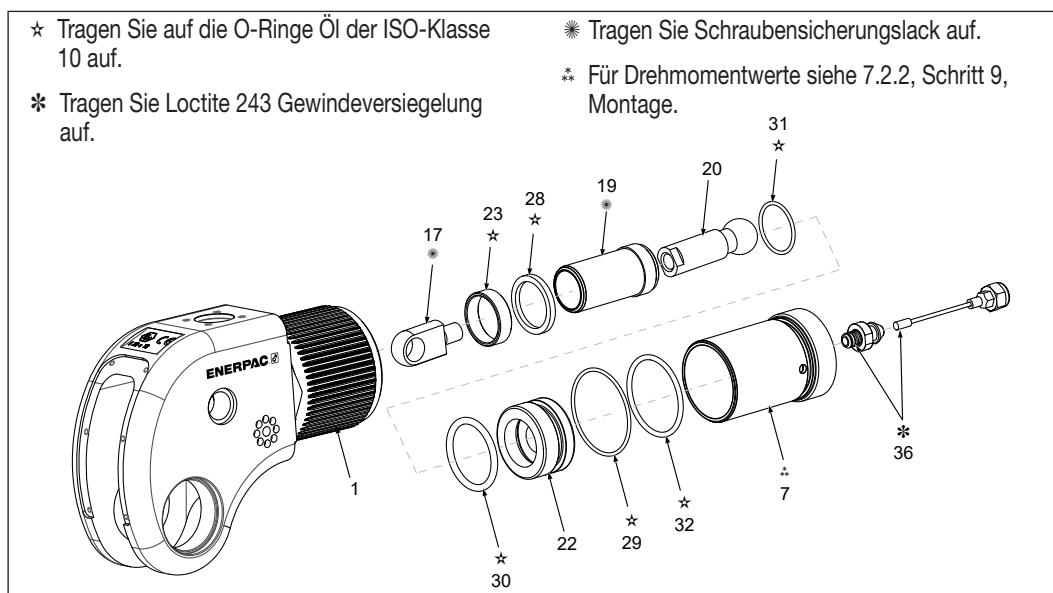

Abbildung 13: Explosionsansicht der Kolben DSX1500, DSX3000, DSX5000
7.2.2 Montage des Kolbens (Abb. 13 und 14)
1. Um den Abstützarm vom Gehäuse des Drehmomentschlüssels (1) zu trennen, schrauben Sie zuerst die Verdrahtung ab und entfernen diese, indem Sie die Mutter und dann den Rest der Verdrahtung (36) abschrauben.
3. Halten Sie das Gehäuse des Drehmomentschlüssels (1) gut fest. Schrauben Sie mit einem geeigneten Hakenschlüssel die Kolbenhülse (7) ab und entfernen Sie diese. Entfernen Sie anschließend die gelöste Kolbengruppe. Entfernen Sie den O-Ring (32) von der Kolbenhülse.
4. Nur DSX11000/ DSX25000 - entfernen Sie zu Inspektions- und Reinigungszwecken den Gewindestift (39) und das Kugellager (38) vom Gehäuse des Drehmomentschlüssels. Bauen Sie das Ganze nach dem Auftragen von Loctite 577 wieder zusammen. Loctite muss vor der Prüfung vollständig ausgehärtet sein.
5. Entfernen Sie die Dichtung vom Kolbenkopf (22), trennen Sie das Stangenende (17) von der Kolbenstange (20), trennen Sie den Kolbenkopf (22) vom Kolben (19) und entfernen Sie den internen O-Ring vom Kolbenkopf.
6. Entfernen Sie die Stangendichtung (28) und die Kolbenbuchse (23), falls diese noch im Gehäuse des Drehmomentschlüssels vorhanden sein sollten.
• Zusammenbau und Montage (Abb. 13 und 14)